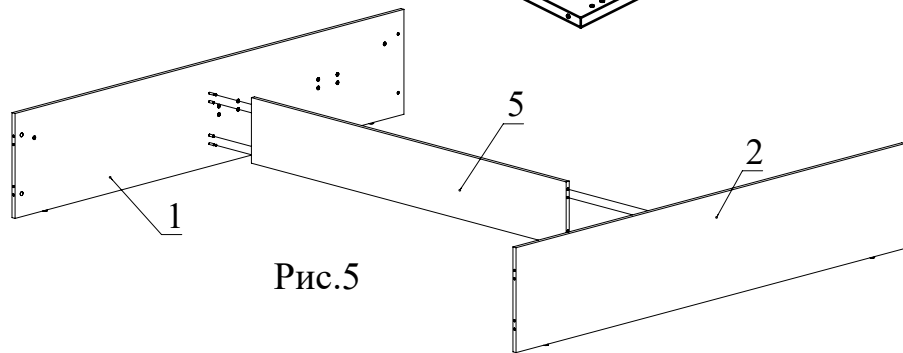

Рис.5
7. Установите деталь 5 между деталями 1 и 2 и затяните головки минификсов (Рис. 5).